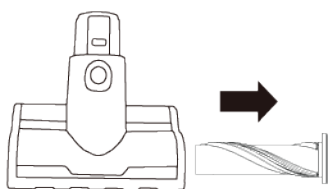

Figure 22
3. Détacher le balai à moteur du Sidekick et retirer les débris (Figure 22).